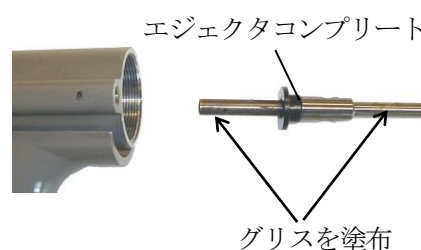

図7-17
- (6) 新しいエジェクタコンプリートと交換してください。交換時グリスを塗布し組付けてください。(図7-17)